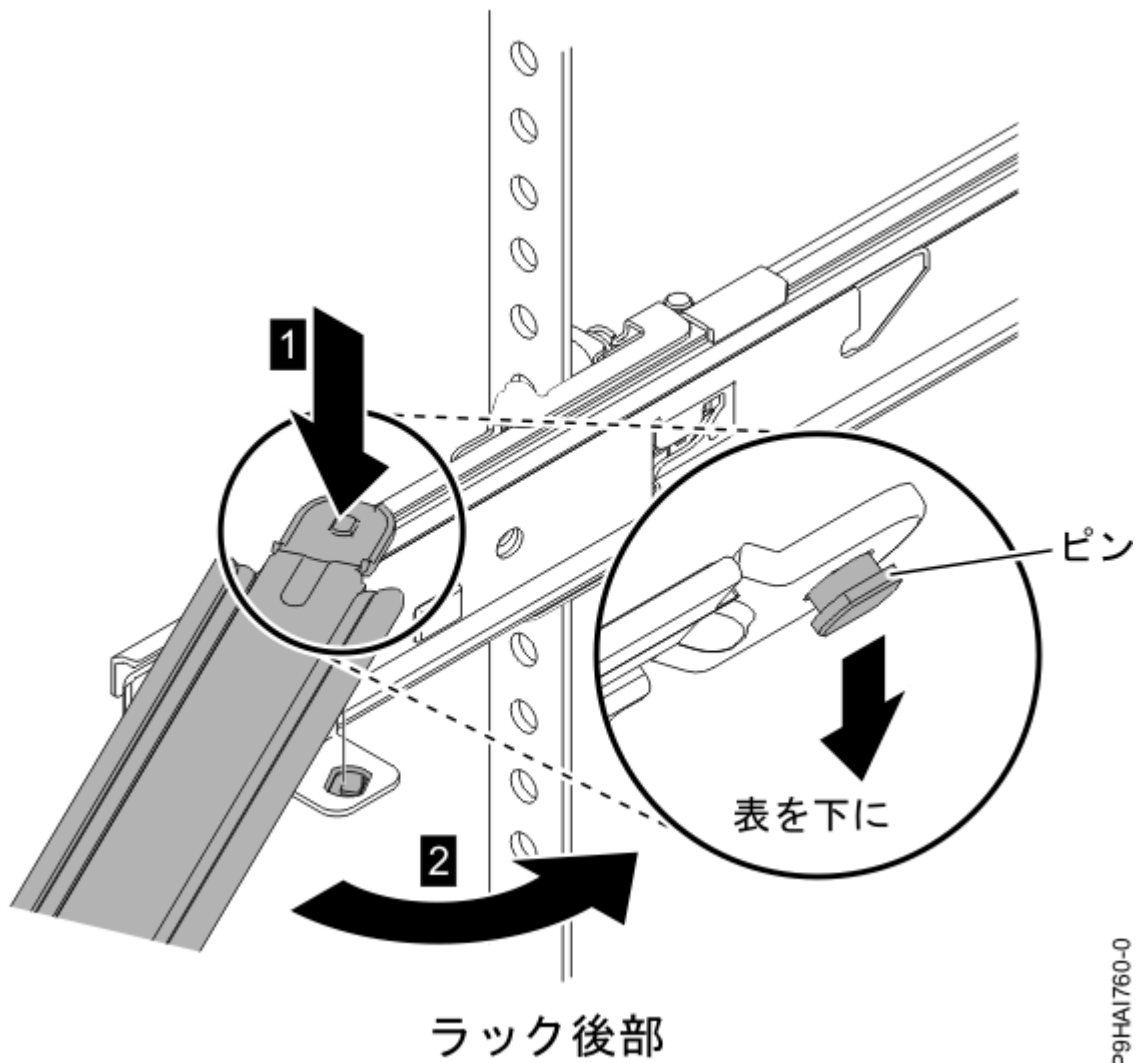

図 18. サポート・アームの接続
8. ケーブル・マネジメント・アームは、サーバーの左右どちらの側にも取り付けることができます。33 ページの図 18 は、左側に取り付けた例を示しています。ケーブル・マネジメント・アームは、電源装置にアクセスできるように、電源装置の反対側にちょうどいい留めて取り付けることをお勧めします。ケーブル・マネジメント・アームを右側に取り付けるには、説明に従ってハードウェアを反対側に取り付けます。ピンを下に向けて **(1)**、スライド・レールの後部にある水平スロットに入れます。次に、バーの他方の端をラックの方向 **(2)** に向けて回転します。